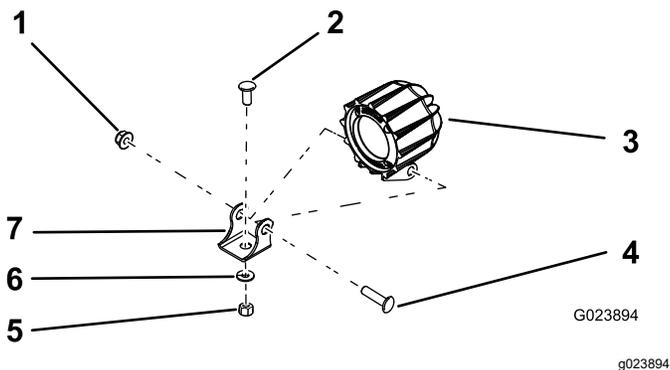

Figura 1
- Retire el tornillo, la arandela y la tuerca que están montados en el soporte de la luz (Figura 1). Deseche el tornillo.
- Retire el tornillo y la tuerca que sujetan el soporte de la luz a la luz (Figura 1). Guarde el tornillo y la tuerca.
- Monte el soporte de la luz en la luz, con el tornillo y la tuerca que retiró anteriormente (Figura 1).